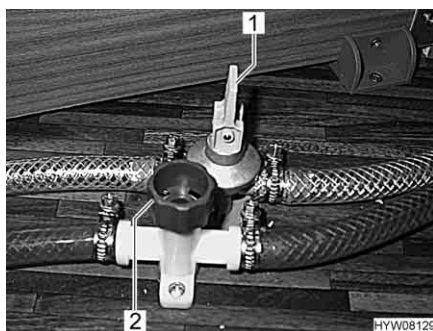

Fig. 158 Rubinetti di scarico (pacchetto autarchico)
- Chiudere i rubinetti di scarico. Ruotare i coperchi (Fig. 158,1) in senso orario e posizionare la leva a bilanciere (Fig. 158,2) in posizione orizzontale.